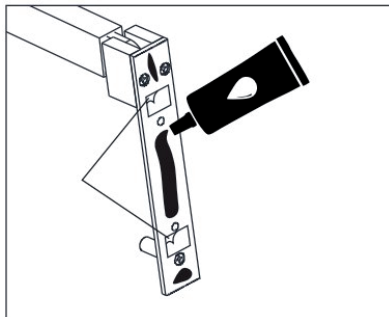

Figure 2
1. Décoller le couvercle de la bande adhésive sur les chevilles murales et appliquer uniformément la colle sur l'emplacement vierge. Comme le montre la figure 2